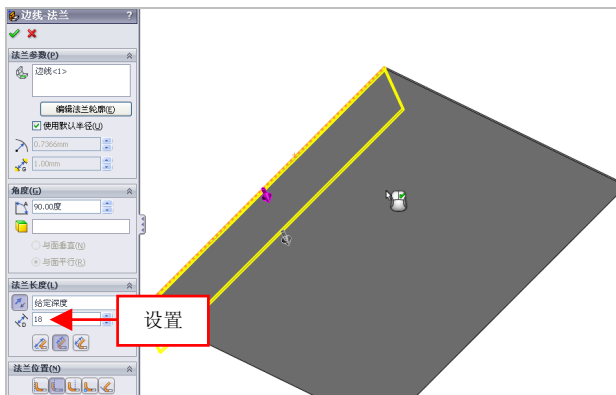

图 13-52 设置参数值
(5) 单击菜单栏中的【插入】|【钣金】|【边线法兰】命令，弹出【边线-法兰】属性管理器，在绘图区中，选择基体法兰左侧合适的边线对象，设置【长度】为 18，如图 13-52 所示。